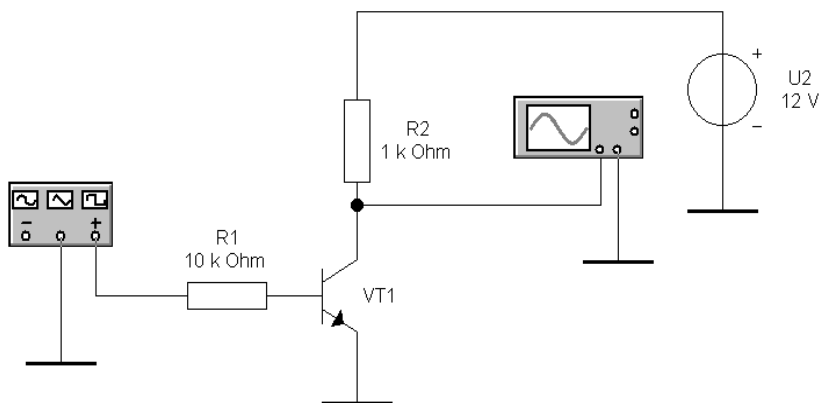

Рис. 3 Виртуальная схема устройства
1. Собрать виртуальную схему импульсного устройства управления мощностью, показанную на рис. 3.